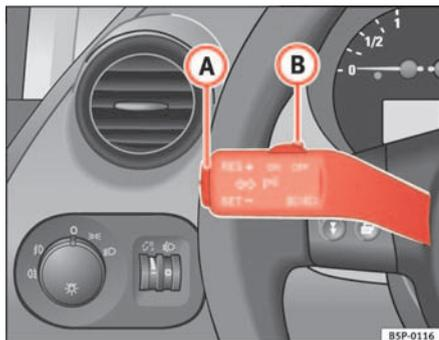

Fig. 142 Palanca de intermitentes y de luz de carretera: mando y tecla basculante para el regulador de velocidad
- cuando se presione la palanca (B) en dirección a **OFF** sin que llegue a encastrar.
Para recuperar el regulador, levante el pie del pedal del freno o del embrague o reduzca la velocidad por debajo de los 180 km/h y presione una vez la parte superior de la tecla basculante **RES** ⇒ fig. 142 (A).